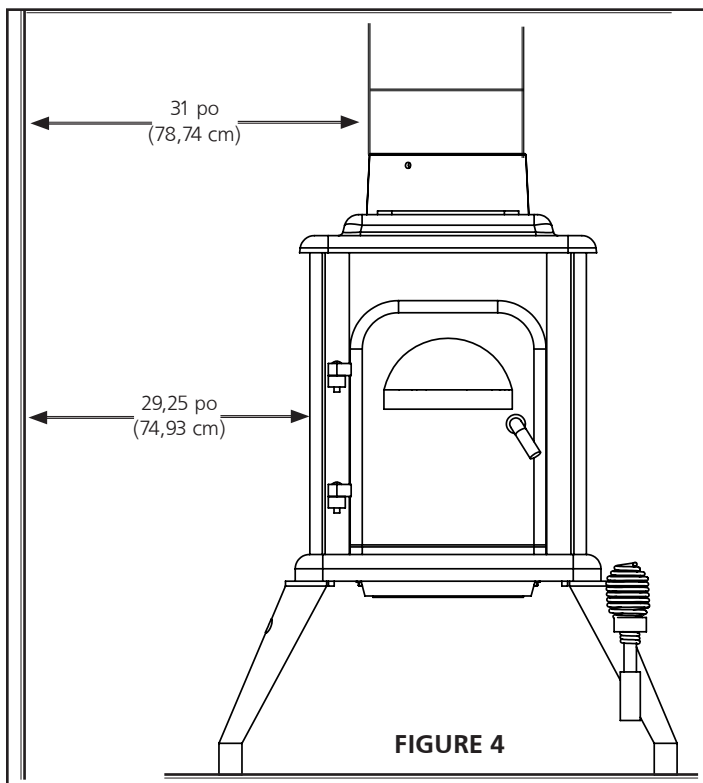

FIGURE 4
(Consulter la figure 4 et 5)
- Lors de la prise de décision concernant la position et l'orientation du poêle, il faut s'assurer de respecter tous les dégagements avec les combustibles prescrits dans les figures 4 à 6.
- Se référer aux figures 4 à 6, et s'assurer d'avoir les dégagements indiqués pour l'appareil de chauffage et le conduit de raccordement aux surfaces combustibles. S'il y a un mur solide en brique ou en pierre derrière l'appareil de chauffage, veuillez consulter le code local du bâtiment pour les réglementations spécifiques qui pourraient s'appliquer dans votre région. Cependant, si le mur fait face seulement à de la brique ou de la pierre, il faut le considérer comme un mur combustible. Pour réduire les dégagements de fumée des matériaux combustibles, communiquer avec le service local de sécurité incendie.